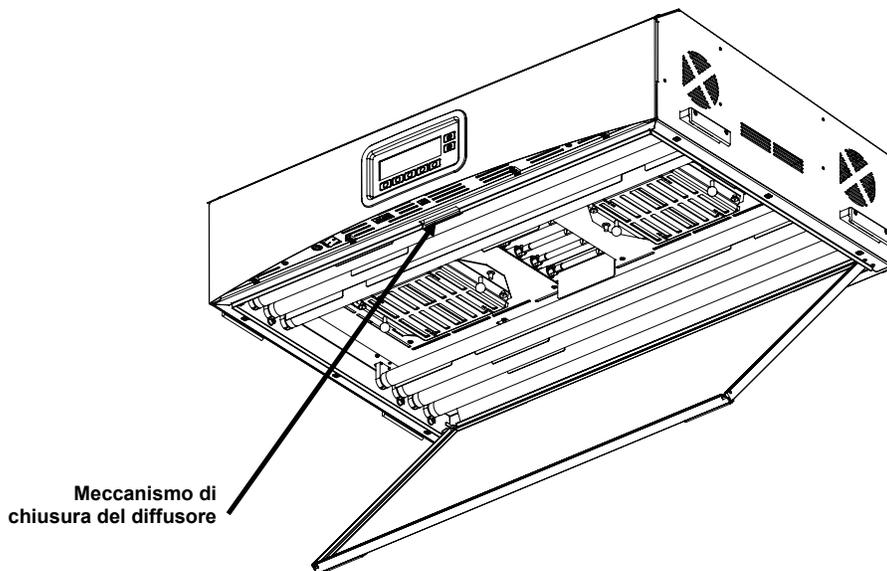

Figura 10. Plafoniera con diffusore
7. Portare la parte frontale del diffusore in posizione di chiusura e bloccarla con il meccanismo di chiusura. Vedere la Figura 10.